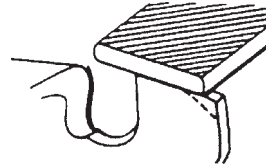

Fig. 39
- 4) Redondear la esquina frontal para mantener la forma original del calibre de profundidad después de usar la herramienta del calibre de profundidad. Respetar siempre el ajuste recomendado del calibre de profundidad, según el manual de mantenimiento o manual del operador de la sierra. (Fig. 39)